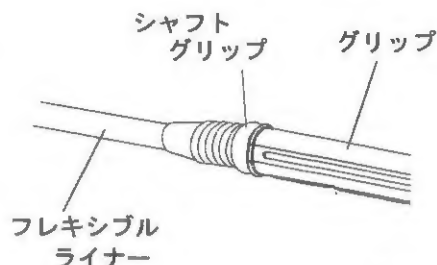

図 5-2
- (5) フレキシブルライナーとジョイントパイプの接続部をシャフトグリップで覆います。(図 5-2)